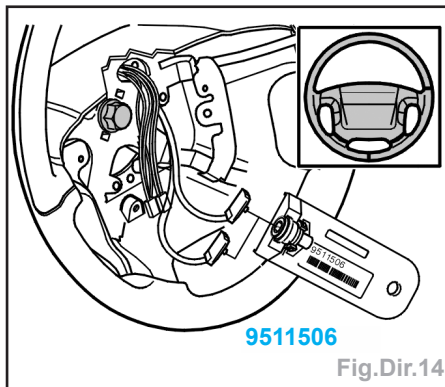

Fig.Dir.14
- Raccorder les **2 outils 951 1506** au câblage du **SRS** se trouvant sur le galet de contact (fig.Dir.14).